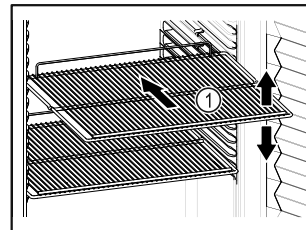

Fig. 60
- Lorsque les grilles de support Fig. 60 [1] peuvent être déplacées, changez leur position en fonction de la hauteur des aliments.